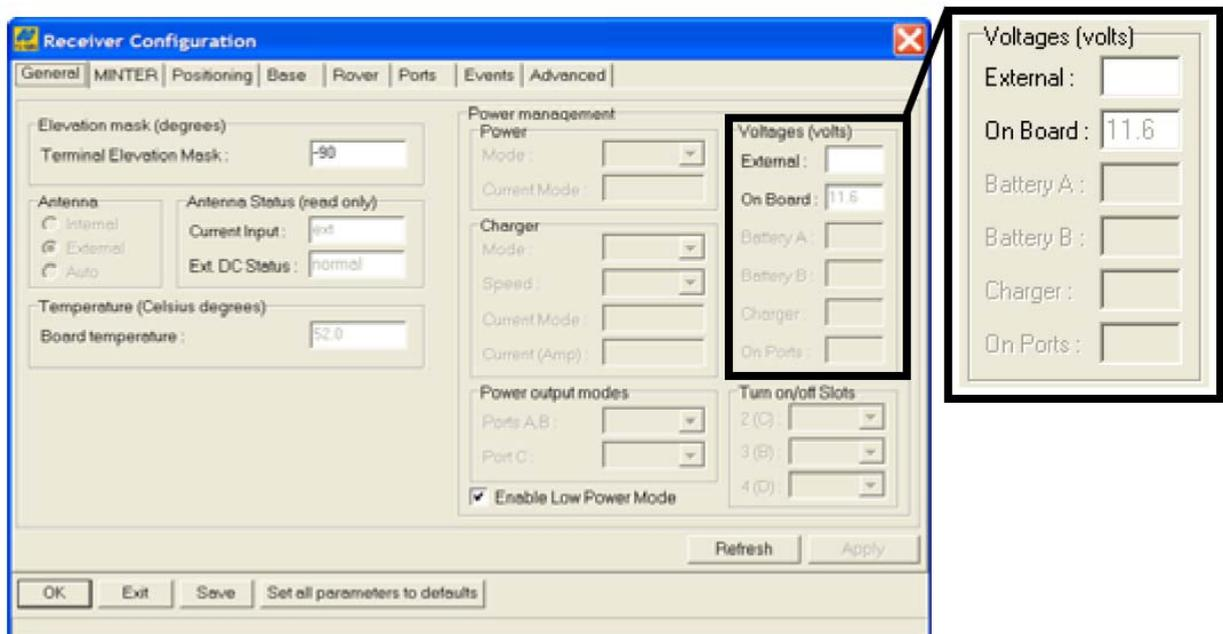

Рисунок 2-10. Просмотр текущего значения напряжения
3. В поле *On Board* области *Voltages (Напряжения)* (см. рисунок 2-10) отображается значение напряжения, подводимого к плате приемника.